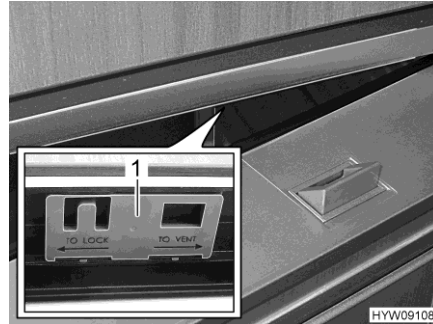

Fig. 124 Porta del frigorifero (posizione di ricircolo d'aria)
- Spingere il cursore (Fig. 124,1) verso destra.